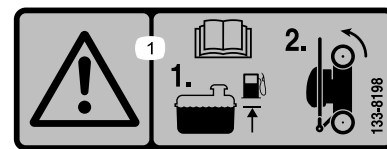

Figure 20
1. Vérifiez que le niveau de carburant dans le réservoir ne dépasse pas la limite recommandée par le constructeur du moteur ; voir l'autocollant du constructeur apposé sur le moteur (Figure 20).